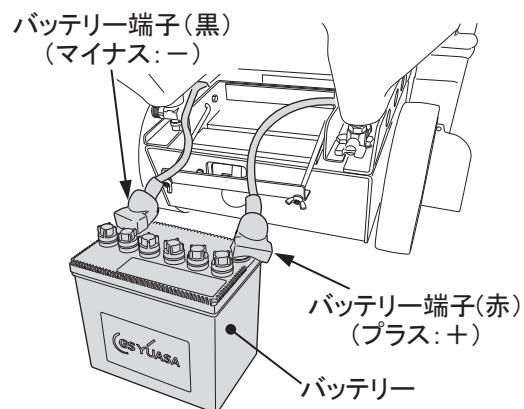

図 46
- バッテリーを本体から取り出して、バッテリー端子を外します。その際には必ず、マイナス(-)側の黒い端子から外してください。(図46)